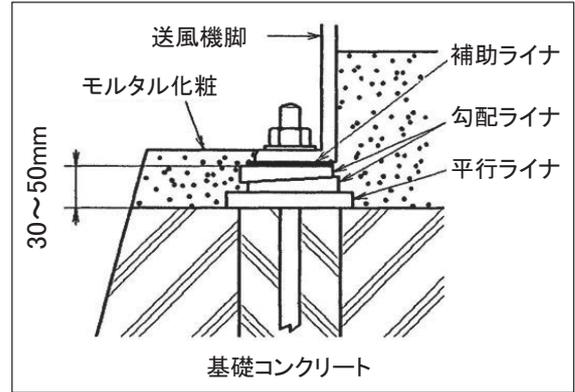

図.2 ライナ配置例
- (1) 基礎コンクリート表面を清掃し、水平度を確認してください。場合によっては、はつり作業を行ってください。
- (2) 基礎ボルト埋込穴を清掃し、ゴミなどを取除いてください。基礎ボルト埋込穴は湿潤している必要がありますが、水が溜ってはいけません。よく排水してください。
- (3) 平行ライナ 1 枚と勾配ライナ 2 枚を図.2 に示すように送風機の基礎ボルト穴の両側に振り分け配置してください。